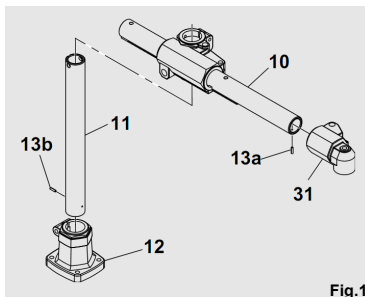
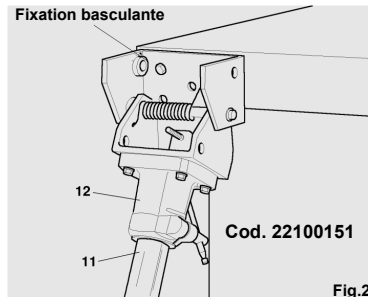

Fig.1
Fig.2
Au cas où le support serait monté sur un "Fixation basculante" (voir Fig. 2), le système de sécurité **Elastic Pin System**, à travers la goupille (13b) (voir Fig. 1) permet au colonne verticale (11) de ne pas se déboîter à la base (12), même si la poignée n'a pas été bloquée.
Ce système de sécurité vaut aussi pour le colonne horizontale (10) (Voir Fig. 1), car la goupille (13a) permet à la pipe (31) de ne pas se défiler du colonne même.